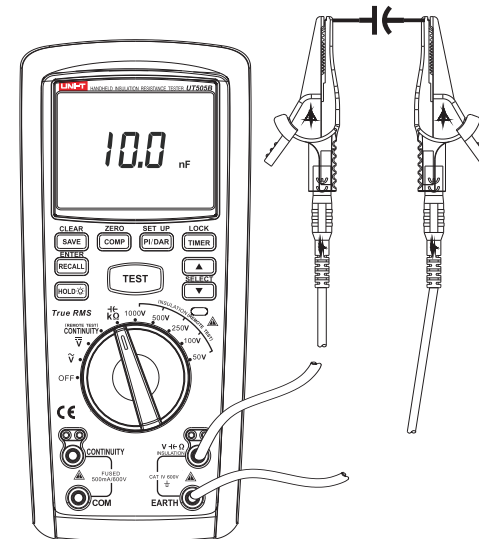

图8
4.2 电容测量(见图8)
- ① 将红色表笔插入"≈V" 插孔(红色孔), 黑色表笔插入 "EARTH" 插孔(黑色孔)。
- ② 将转盘开关旋转至"KΩ/⊞", 将表笔并联到被测电容二端上。
- ③ 按"▼/SELECT" 按键选择电容档。
- ④ 从显示屏上即可读出当前的电容测量值。
- ⑤ 在测量过程中如果想保存测量电容值只需按下 "SAVE/CLEAR" 按键即可保存。